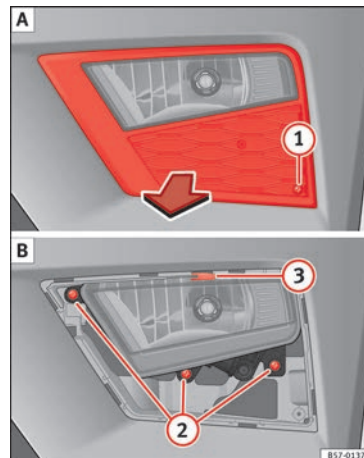
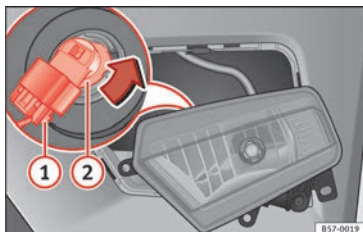

Fig. 109 Phare antibrouillard : enlever la grille.
Fig. 110 Phare antibrouillard : dépose du support d'ampoule
1. Retirez la vis » **fig. 109** ① **A** de la grille du projecteur antibrouillard à l'aide d'un tournevis puis enlevez la grille.
2. Retirez les 3 vis » **fig. 109** ② **B**.
3. Retirez l'agrafe métallique située sur la partie supérieure du projecteur antibrouillard vers l'extérieur du véhicule ③ **B** avant de retirer le projecteur antibrouillard.
4. Retirez le connecteur » **fig. 110** ① de l'ampoule.
5. Tournez le support d'ampoule » **fig. 110** ② vers la gauche puis tirez.